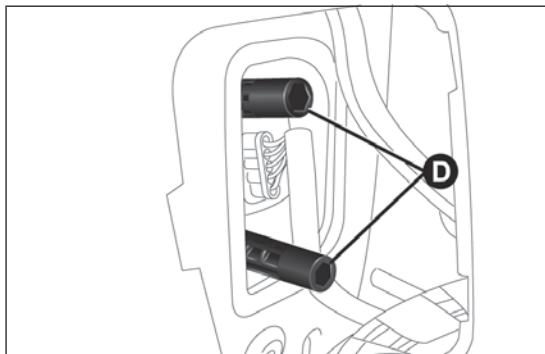

fig. 184
- ☐ con la llave Allen A, aflojar los dispositivos de fijación D fig. 184 del grupo óptico trasero;